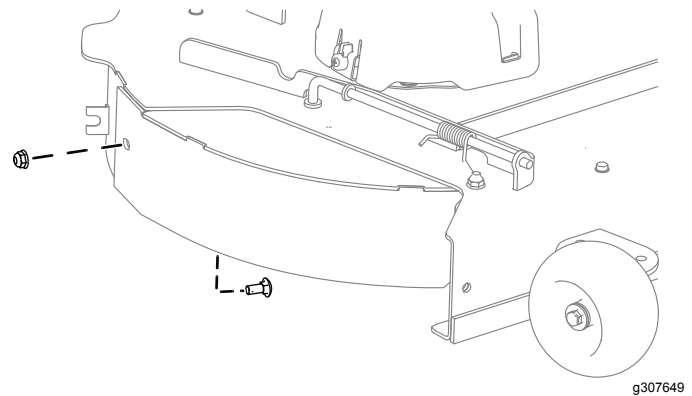

Figure 3
3. Fixez le côté droit du déflecteur sur le tablier à l'aide d'un boulon de carrosserie (5/16 x 3/4 po) et d'un écrou à embase (5/16 po), comme montré à la Figure 3. Serrez les fixations à la main.